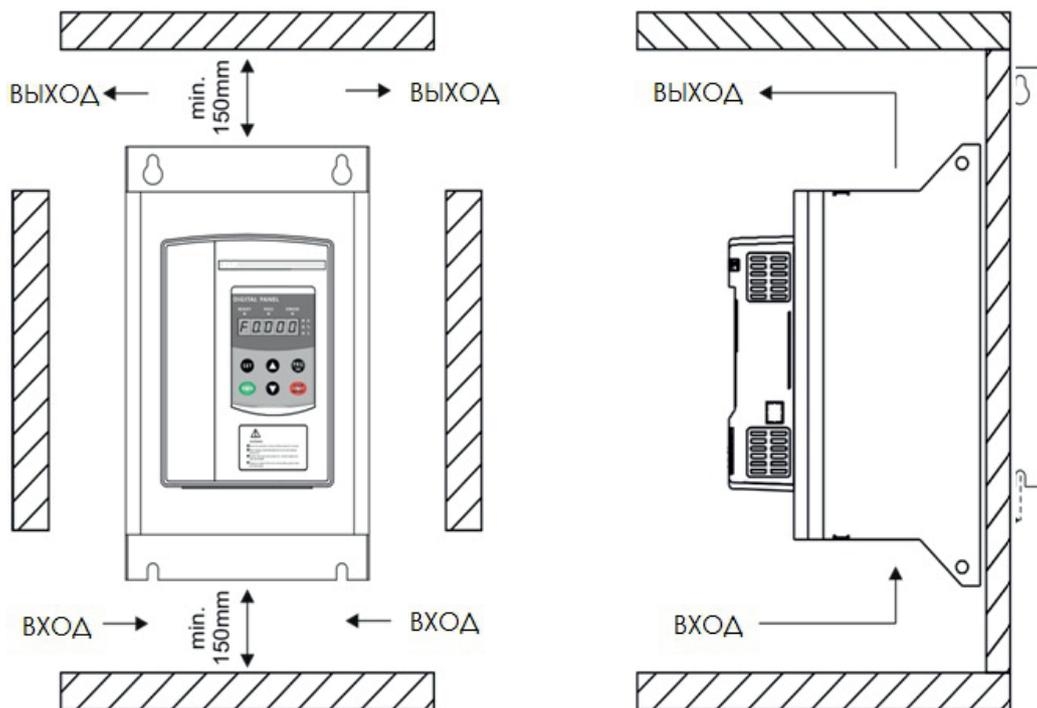

Рис. 2: Пример правильной установки устройства
- 5) Обеспечено достаточное пространство между устройством и соседними объектами в соответствии с Рис. 2 на стр. 6